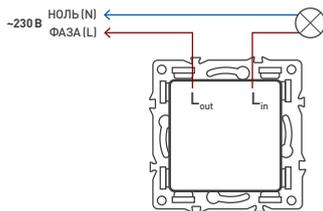

Рис. 1.
- 3.5. Подключите провода сетевого питания AC 230 В к контактам светорегулятора в соответствии со схемой [рис. 1]: L [фаза] — коричневый, N (нейтраль) — синий.